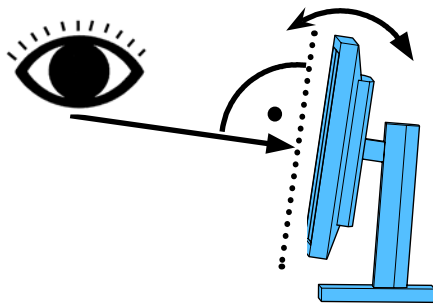
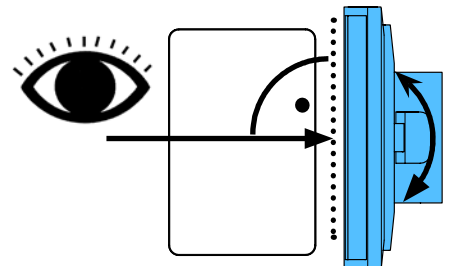

图8
图9
- ⇒ 对准显示屏（倾斜、使用支架旋转），使观察方向与显示屏的所有平面成直角（图8/ 图9）。